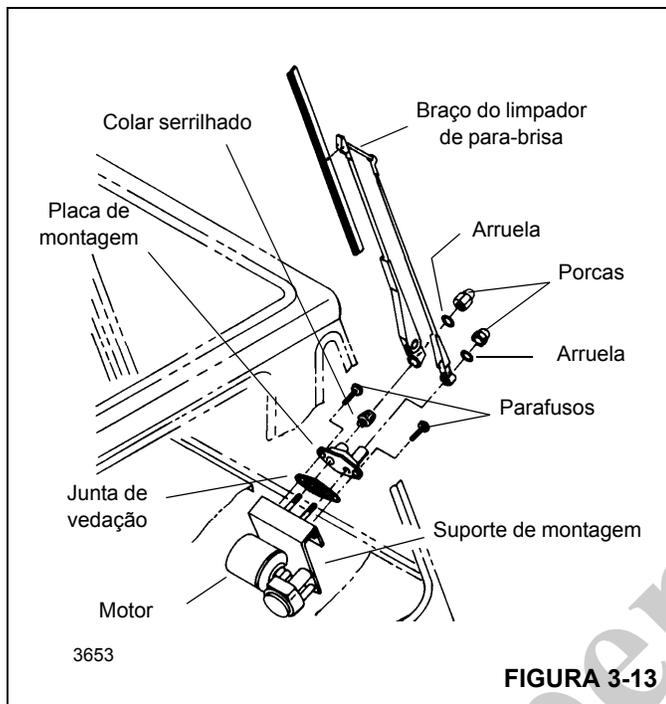

FIGURA 3-13
2. Conecte o motor do limpador ao suporte do motor com os parafusos e as arruelas (consulte a (Figura 3-13)). Conecte o eixo do motor do limpador à alavanca do conjunto do motor do limpador com a porca e a arruela.